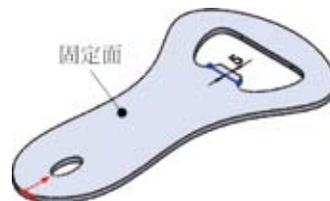

图 5.239 固定面
在如图 5.239 所示的位置单击确定固定面，在“绘制的折弯 1”对话框的折弯位置选项组中选中  (折弯中心线)，在“绘制的折弯 1”对话框的  文本框输入角度 20，取消选中 使用默认半径(A) 复选框，在  文本框中输入半径值 10，其他参数采用系统默认。单击“绘制的折弯 1”对话框中的  按钮，完成“绘制的折弯”的创作。